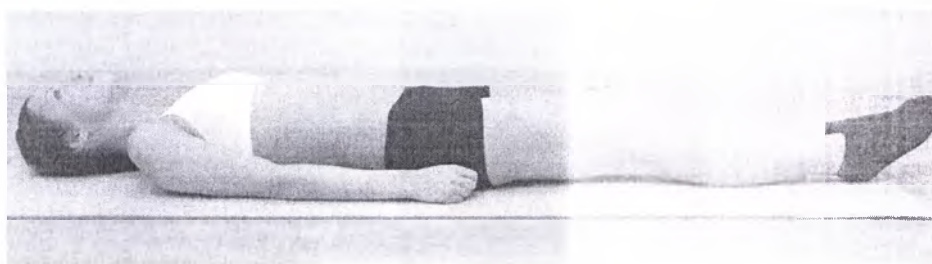

Рис. 5
3.3.2 Исходное положение (Рис. 5). Выберите в комнате наиболее удобное место для занятий. Постелите на пол сложенное пополам одеяло или положите спортивный коврик. Займите исходное положение лежа на спине. Тело расслаблено.